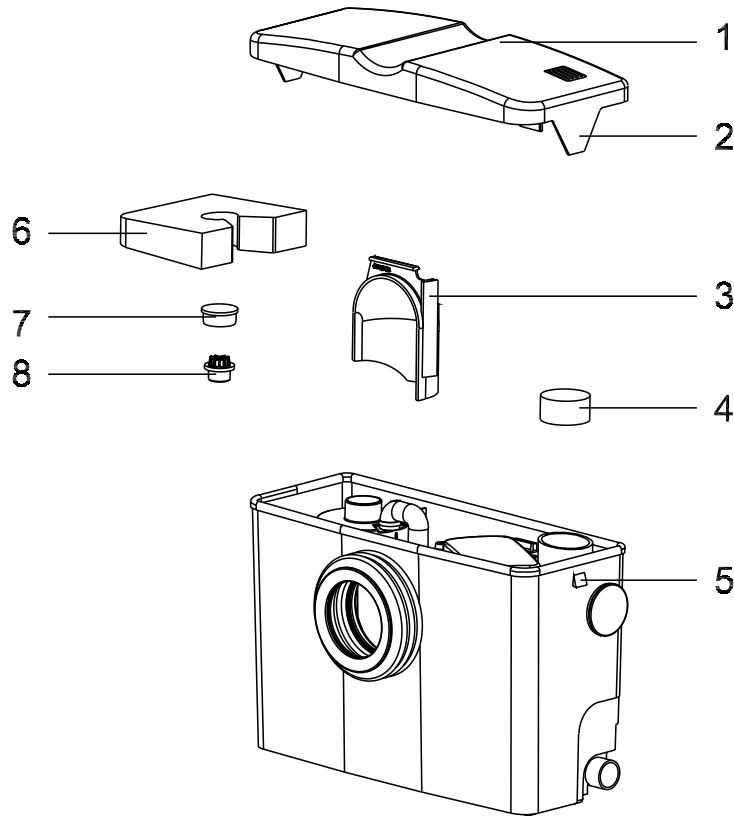
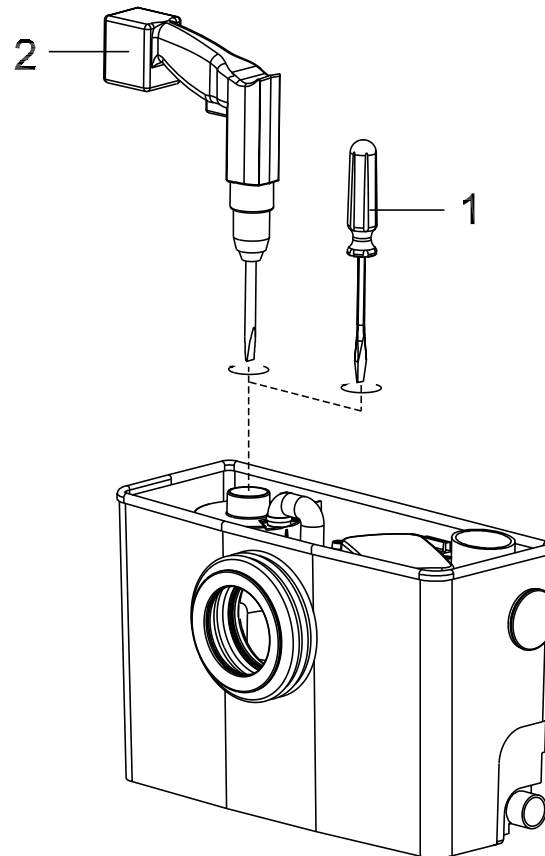

Abb. 9. Piranhamat 100/120 zu Wartungszwecken geöffnet.
Abb. 10. Entleeren des Behälters
Es besteht Verletzungsgefahr am Schneidwerkzeug der Hydraulik. Nicht in den Behälter greifen, wenn die Motorwelle gemäß Bild 10 mit Schraubendreher oder Bohrschrauber gedreht wird.
- Laschen (Abb.9: 2) am Behälterdeckel (Abb.9/1) leicht nach außen drücken und Behälterdeckel abheben.
- Aktivkohlefilter (Abb.9: 4) wechseln.
- Laschen (Abb.9: 2) am Behälterdeckel (Abb.9: 1) leicht nach außen ziehen und Behälterdeckel abheben.
- Auftriebsschutz (Abb.9: 6) entfernen.
- Kappe (Abb.9: 7) vom Motorgehäuse abziehen.
- Verschlusschraube (Abb.9: 8) herausdrehen und eine eventuelle Blockierung des Schneidsystems durch Drehen der Motorwelle mit einem Schraubendreher (Abb.10: 1) beseitigen.
- Anschließend Bohrschrauber mit eingesetzter Schraubendreherklinge (Abb.10: 2) ansetzen.